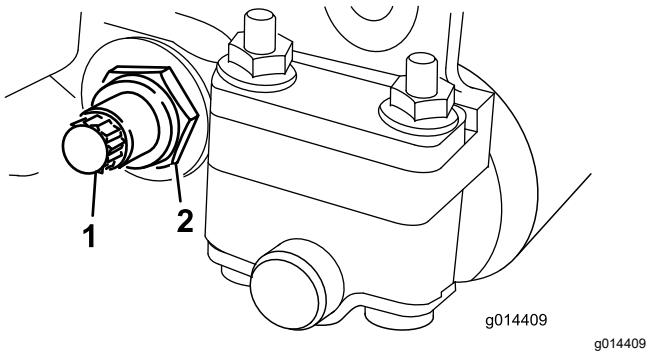

図 18
3. ベッドバー bolt 図18を固定しているロックナット機体両側をゆるめる。
4. 各ベッドバー ボルトを抜いてベッドバーを下に引き抜いてカッティングユニットから外す **図 18**。